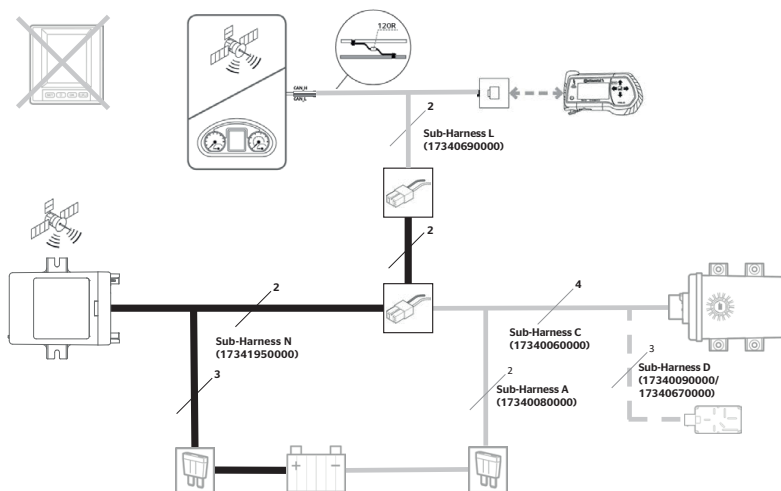

Fig. 2: Variante B
- ◆ Connectez les faisceaux de câbles N et L comme indiqué sur la figure « **Fig. 2: Variante B** »